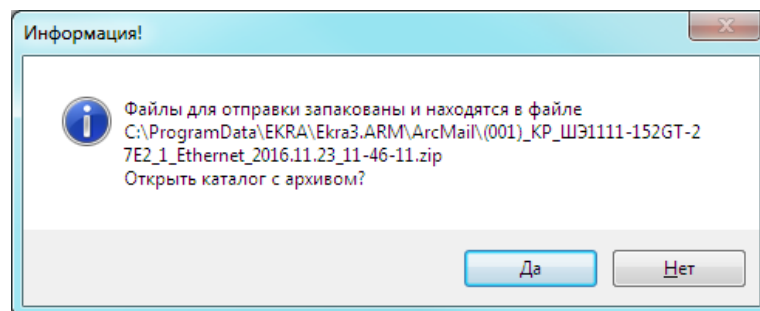

Рисунок 4.9
4.1.4.3 После окончания формирования файла-архива открыть каталог размещения файла, нажав на кнопку **Да** (см. рисунок 4.9).